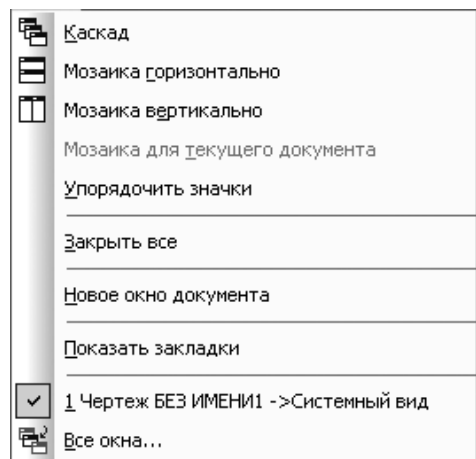

Рис. 1.18. Выпадающее меню пункта главного меню **Окно**
**Пункт главного меню Окно** или нажатие комбинации клавиш **Alt+O** вызывает выпадающее меню **Окно**, показанное на рис. 1.18.